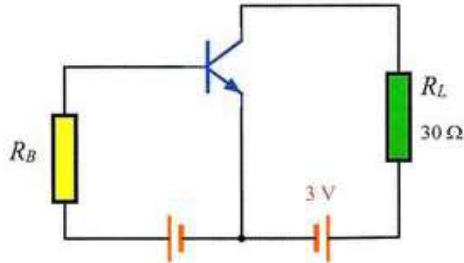
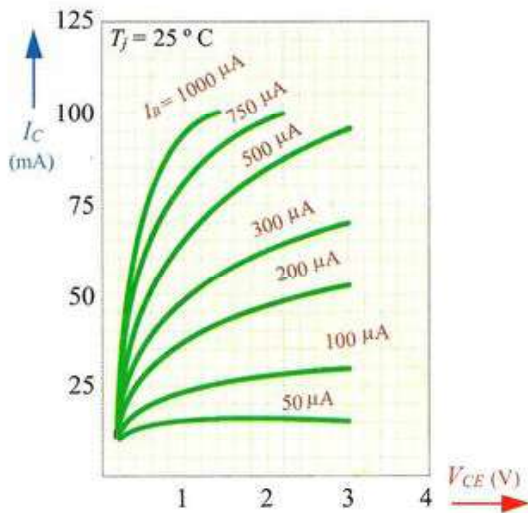

Figura 9.52.
Figura 9.53.
- 9.13. En la Figura 9.52 se muestra el circuito en configuración emisor común de un transistor. Valiéndose de las curvas de colector de la Figura 9.53, dibuja la recta de